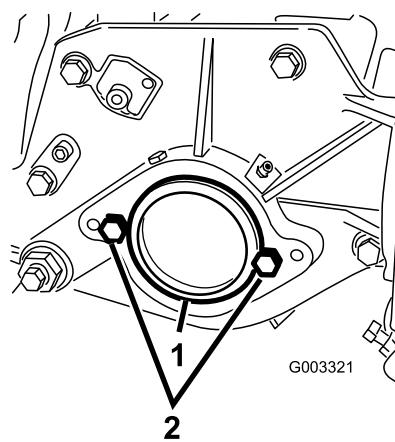

Figure 13
2. A l'extrémité droite de l'unité de coupe, retirez l'obturateur en plastique du logement de roulements (Figure 13).
3. Enlevez les 2 vis de la plaque latérale droite (Figure 13).
2. Vis (2)
5. Vissez légèrement les 2 vis de fixation du moteur de cylindre sur la plaque latérale gauche de l'unité de coupe (Figure 13).